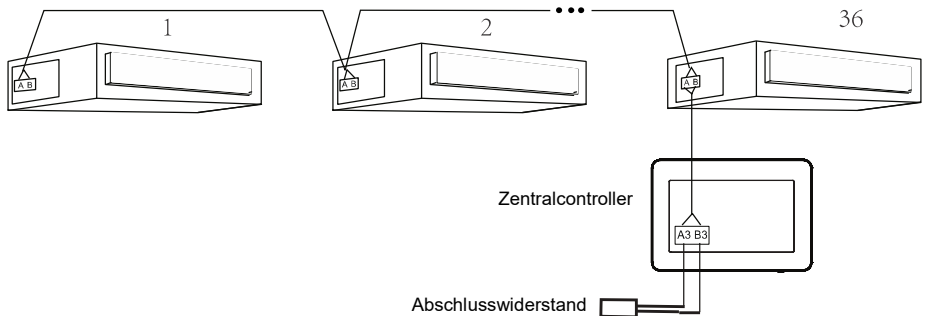

Abb. 3-7: Zentralcontroller am UNI SPLIT Gerät angeschlossen
- (1) Der Zentralcontroller kann für die UNI SPLIT Geräte benutzt werden. Mit einem Zentralcontroller können bis zu 36 UNI SPLIT Geräte bedient werden.
- (2) Soll der Zentralcontroller an den UNI SPLIT Geräten angeschlossen werden, ist dies gemäß Abb. 3-7 durchzuführen. Der Zentralcontroller muss am letzten Gerät des UNI SPLIT Systems angeschlossen werden. Verbinden Sie die Klemmen A3 und B3 des Zentralcontrollers mit dem COM_BMS-Port des UNI SPLIT Gerätes mithilfe eines Kommunikationskabels. Zusätzlich zu den Kommunikationskabeln ist an den Ports A3 und B3 ein Anpassungswiderstand anzuschließen. Auf der Hauptplatine des UNI SPLIT Gerätes sind zwei COM_BMS-Ports (zwei Steckverbindungen ohne Polaritätskennzeichnung) vorhanden, einer davon für den Zentralcontroller, der andere für ein UNI SPLIT Gerät.